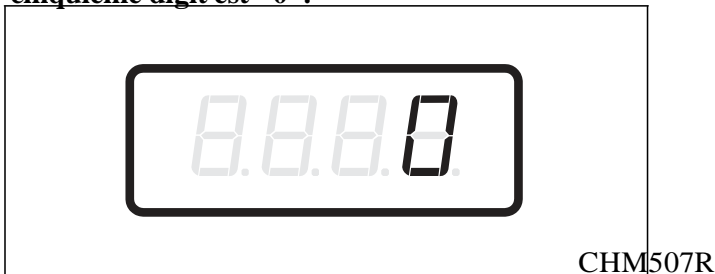

Figure 19
2. Lorsque "SA11" s'affiche, appuyer sur la touche DEMARRAGE (Enter). Le Prix de vente #1 de la vente spéciale A comprend cinq digits. Le cinquième digit s'affiche et clignote par intervalles d'une seconde. Se référer à la *Figure 19*.